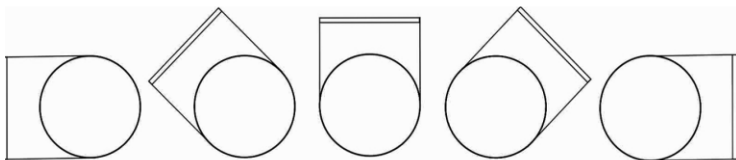

figure 1/рисунок 1
1. Heaters/preheaters can be installed in any position (look at figure 1) except electrical connection box downward.
1. Нагреватели/преднагреватели можно монтировать в любом положении (см. рис.1), кроме положения, когда коробка электрического подключения направлена вниз.
7. После монтажа нагревателя/преднагревателя, реле давления должна быть вертикально как на рисунке (см.рис.1а).